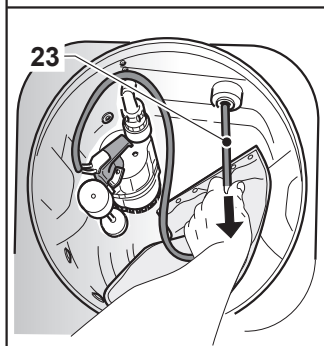

Fig. 15
- Desde el interior del depósito, tirar el cable (23 Fig. 15) hasta colocar el enchufe de alimentación de la bomba de evacuación en su sitio (24 Fig. 15).